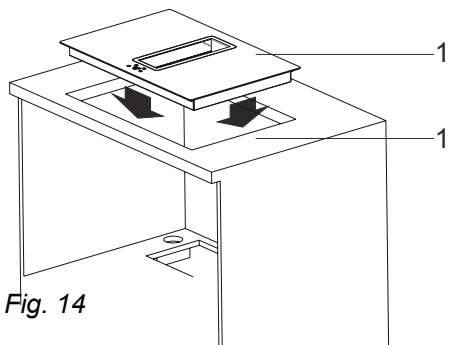

Fig. 14
4. ➤ Placera spishällen i det utskurna hålet (Fig. 14).